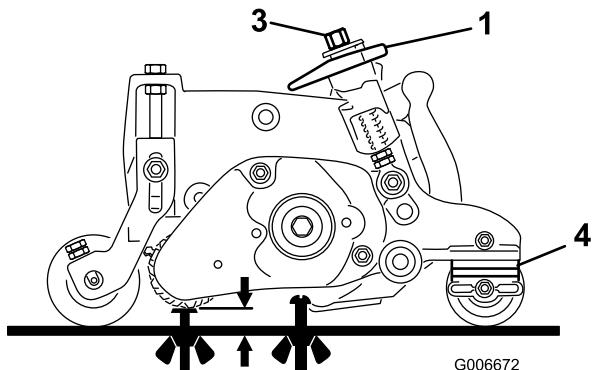

Figura 46
- Asegúrese de que el acondicionador está ajustado a la altura de acondicionado (HOG) deseada (Figura 46).